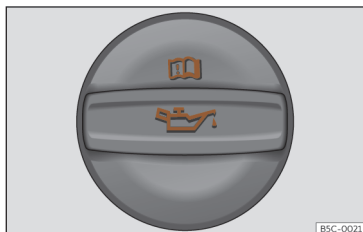

Fig. 223 Tampa do bocal de enchimento do óleo do motor no compartimento do motor.
- Localize o bocal de enchimento do óleo do motor. Reconhece-se pelo símbolo que existe sobre a tampa >>> **Fig. 223**.
- Desenrosque a tampa do bocal de enchimento do óleo do motor >>> **Fig. 223**.